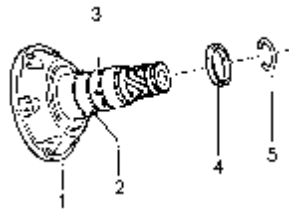

图 9-119 法兰轴总成
(4) 法兰轴总成，见图 9-119 所示。注意滚针轴承（环形轴承）在已拆卸法兰轴时是不能自由转动的，这并不意味着轴承已损坏。